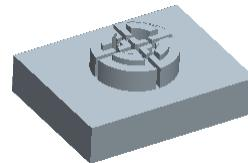

图 18.22 着色后的下半部分体积块
Step8. 系统弹出“属性”对话框，同时 INSERT_04_BODY 体积块的下半部分变亮，在该对话框中单击 着色 按钮，着色后的模型如图 18.22 所示，然后在对话框中输入名称 LOWER_MOLD，单击 确定 按钮。